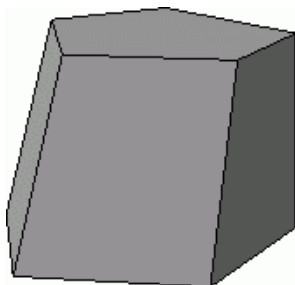

Рис. 3.23. Две грани, наклоненные к основанию с помощью команды **Уклон**
– предназначена для придания уклона плоских граней, которые были перпендикулярны основанию (рис. 3.23). Эта команда отличается от уклона, придаваемого элементам выдавливания, следующими особенностями: